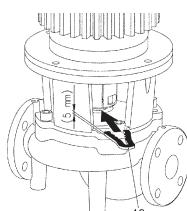

Fig. 13: Asennushaarukan asettaminen paikalleen
10. Työnnä asennushaarukka (Fig. 13, pos. 10) tiivistelaipan ja kytkimen väliin. Asennushaarukan tätyy istua ilman välyksiä.
11. Kiristä ensin hiukan kytkinruuveja (Fig. I/II/III/IV/V, pos. 1.41), kunnes kytinkuoren puolikkaat ovat säätölevyjä vasten.
7. Irrota kytkinsuoja (Fig. I/I/III/IV/V, pos. 1.32) sopivalla työkalulla (esim. ruuvitalalla).
8. Irrota kytkin (Fig. I/I/III/IV/V, pos. 1.5).
9. Avaa moottorin kiinnitysruuvit (Fig. I/I/III/IV/V, pos. 5) moottorin laipasta ja nosta käyttö sopivalla nostolaitteella pumpusta.
13. Työnnä asennushaarukka (Fig. 13, pos. 10) tiivistelaipan ja kytkimen väliin. Asennushaarukan täytyy istua ilman välyksiä.
19. Avaa tiivistyslaipan kiinnitysruuvit (Fig. III/V, pos. 4) ja nosta käyttö ja tiivisteläippayksikkö (kytkin, akseli, liukurengastiihvi, juoksupyörä) sopivalla nostolaitteella pumpusta.
20. Avaa juoksupyörän kiinnitysmutterit (Fig. III/V, pos. 1.11), ota alla oleva aluslaatta (Fig. III/V, pos. 1.12) pois ja vedä juoksupyörä (Fig. III/V, pos. 1.13) pumpun akselista.
21. Irrota säätölevy (Fig. III/V, pos. 1.16) ja tarvittaessa kiila (Fig. III/V, pos. 1.43).
22. Irrota liukurengastiiiviste (Fig. III/V, pos. 1.21) akselista.